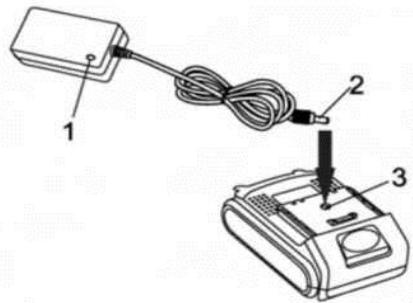

Рис. 3
1. Зарядка производится в течение 1 часа. Для зарядки аккумуляторной батареи необходимо: Отсоединить аккумуляторную батарею (1) от инструмента, нажав кнопку (2) на корпусе (3) аккумуляторной батареи и вынув ее из корпуса (4) инструмента. Установить штекер (2) зарядного устройства в гнездо (3) аккумуляторной батареи (смотри Рис.3).